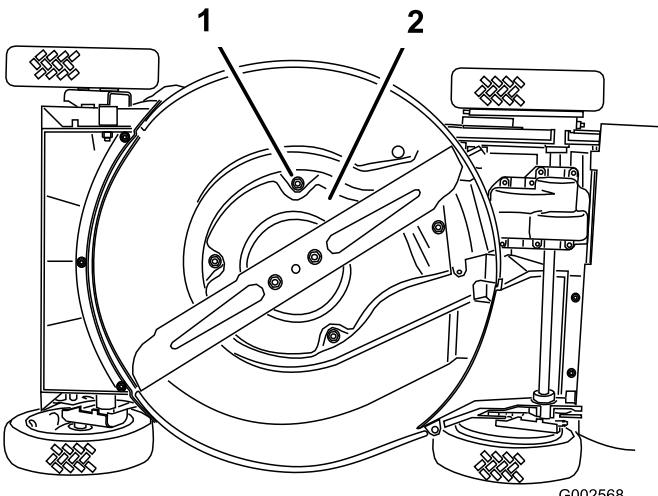

Figure 35
6. Enlevez les 4 vis de fixation de la protection (Figure 35).